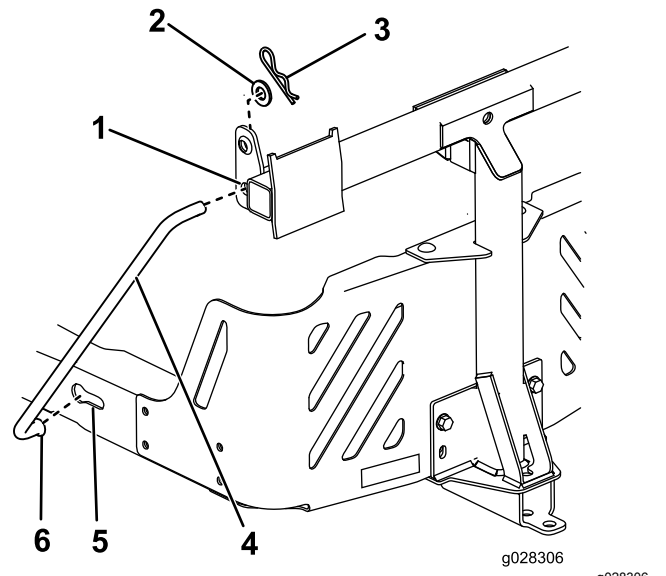

Figure 14
5. Placez l'extrémité évasée et coudée d'une tige dans le trou à détrompeur sur le côté gauche du cadre de la machine, et déplacez la tige vers l'arrière pour l'enclencher dans le cadre (Figure 14).
6. Insérez les extrémités coudées des tiges dans le support de fixation d'accessoire, comme montré à la Figure 14, et fixez-les avec une rondelle et une goupille fendue.